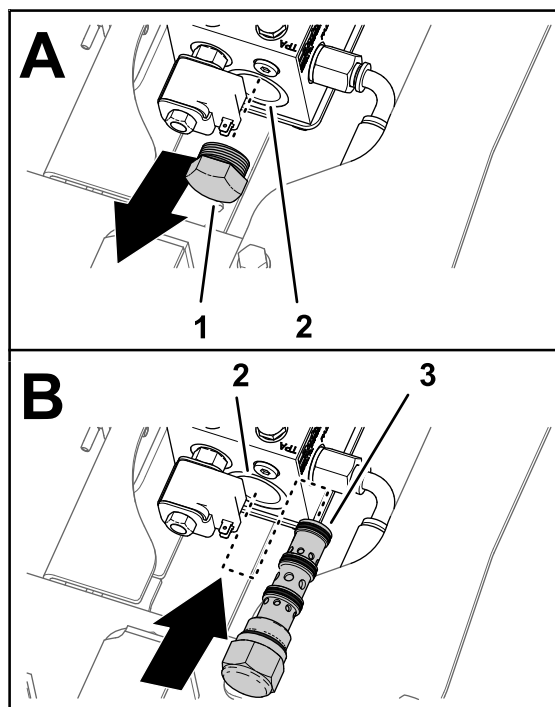

図 6
2. 走行マニホールドの左側にあるプラグを外す 図 6。
3. 走行マニホールドにリミテッドスリップデファレンシャルバルブを取り付けて手締めする 図 6。